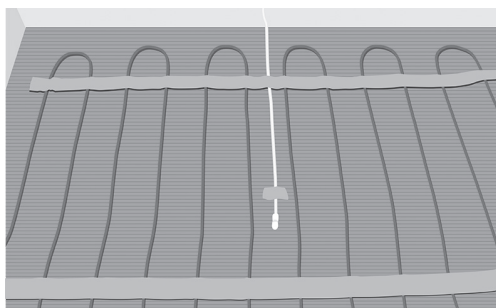

Fig. 9. Placera givarslangen/givaren mellan två kablar
- Placera och fixera givarslangen eller golvgivaren om ingen givar slang används. Försegla änden på givarslangen. Se till att placera slangen/givaren mellan två värmekablar (Fig. 9).